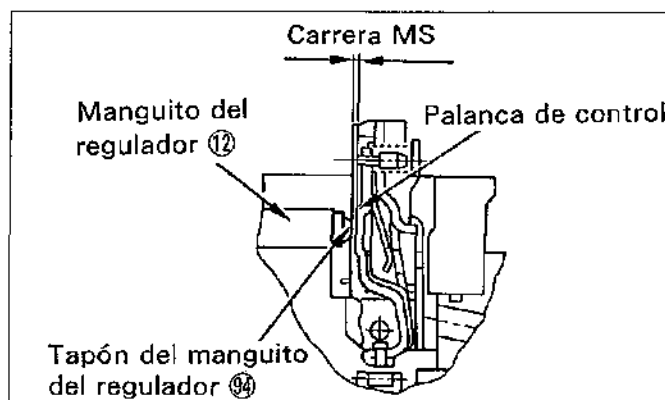

Figura.14-49 Carrera MS
La carrera "MS" se refiere a la carrera de incremento de arranque y es el huelgo entre el tapón del manguito del regulador ④ y la palanca de control. (Vea la figura.14-49)